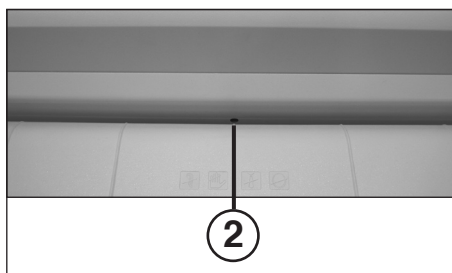

Fig. 2
- 2 = Lichtslot (vooruit) (Fig. 2)**